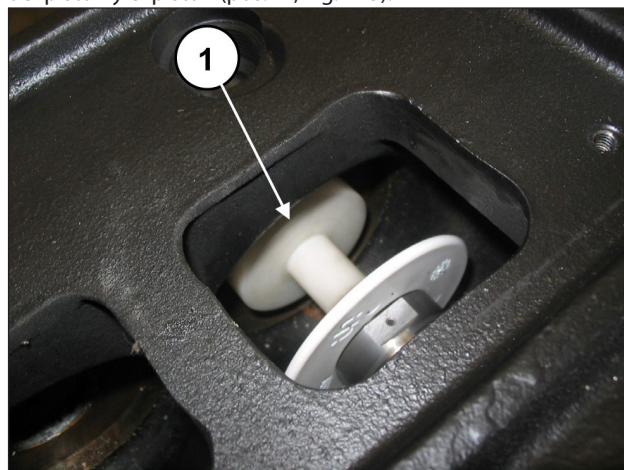

Fig. 113
Introducir la herramienta tampón (cód. 27516600 entre la guía del pistón y el pistón (pos. ①, Fig. 113).